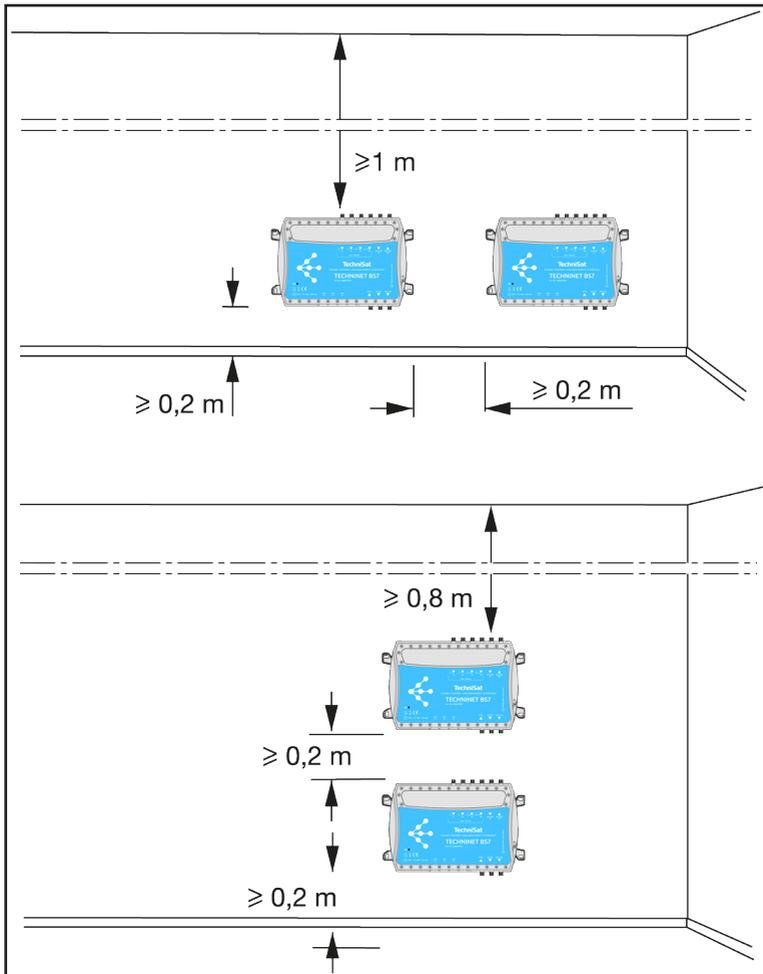

Abb. 71-2: Für die Belüftung erforderlicher Freiraum und Befestigung.
- ▶ Montieren Sie die Anlage mit erforderlichem Freiraum nach Abb.71-2